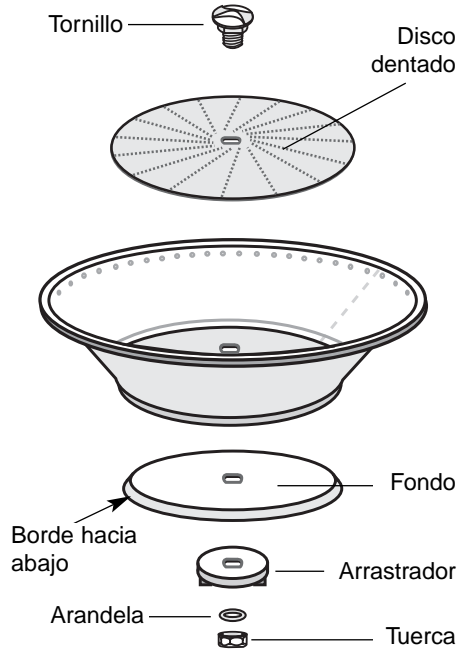

Fig. 9
- **Para la limpieza periódica completa** se pueden desmontar los elementos del filtro desenroscando la tuerca del mismo (Fig. 9).
**Para desmontar los elementos del filtro**, sujetar con una mano el filtro y desenroscar la tuerca con una llave tubular número 13 (Fig. 9). Después, empujar el tornillo del filtro extrayéndolo.
Montar todo siguiendo el orden inverso (Fig. 9), prestando atención que el fondo del filtro tenga el borde hacia abajo. **Para montar los elementos del filtro** atornillar con la llave tubular de 13. Asegurarse que se hayan apretado correctamente.